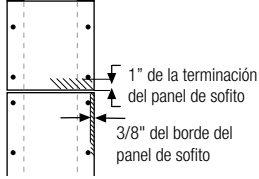

Ilustración 4
- Coloque los sujetadores a 3/8" de los bordes de los paneles y a no menos de 2" de las esquinas cuando use un panel de sofito más grande de 12" de ancho (ilustración 4) y no más cerca de 1" de las esquinas cuando use un panel de sofito que sea menos de ó equivalente a 12" de ancho (ilustración 3).